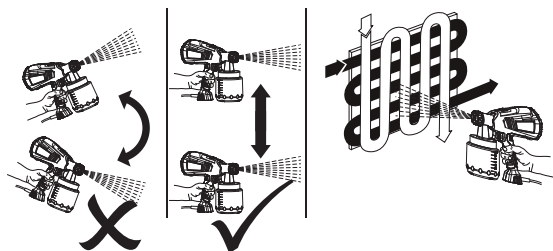

Fig. 11
- > Pulsar completamente el gatillo del interruptor (9) y luego desplázelo por el área de trabajo en dirección paralela. Si se detiene el movimiento de la pistola a mitad de la aplicación, se producirá una acumulación de pintura y se derramará. No balancee la pistola de un lado a otro mientras pinta. Esto provocará una acumulación de pintura en el centro de la aplicación y un recubrimiento insuficiente en los extremos (Fig. 11).